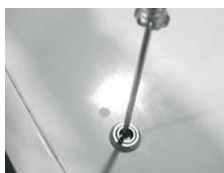

Figura 23
- Rimuovere il coperchio (per le versioni con cassetta): inserire un cacciavite nella scanalatura della serratura; ruotare il cacciavite in senso orario (**Figura 23**).